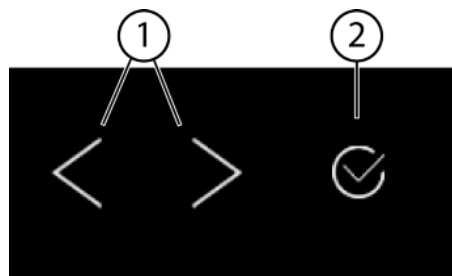
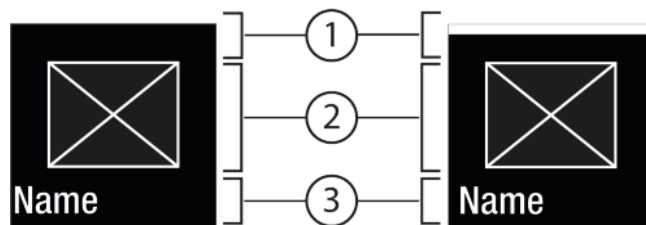
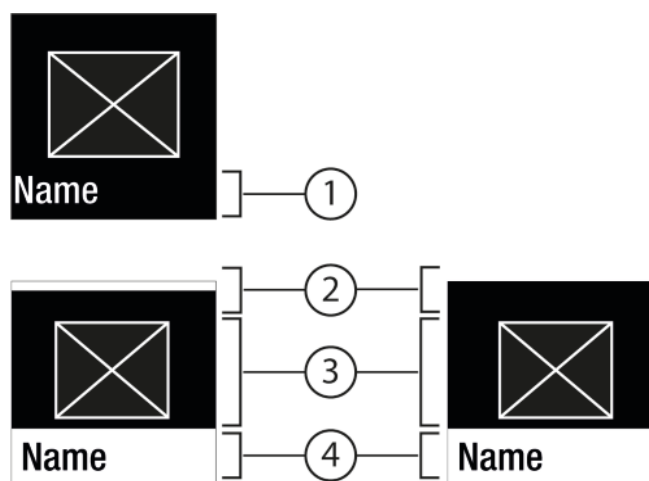

Fig. 5
Fig. 6
Fig. 7
- (1) Навигационная стрелка влево / вправо
(2) Подтвердить
#### Навигационная стрелка влево / вправо Fig. 5 (1):
#### Подтвердить Fig. 5 (2):
- Навигация при помощи навигационной стрелки влево / вправо Fig. 5 (1).
- С помощью Подтвердить Fig. 5 (2) активировать Fig. 6 (1) / деактивировать Fig. 6 (1) функцию / настройку.
- С помощью Подтвердить Fig. 5 (2) вызвать Подменю Fig. 7 (4).
- Установка нового значения: С помощью Подтвердить Fig. 5 (2) выбрать деактивированное значение Fig. 6 (1).
- Назад в меню: С помощью Подтвердить Fig. 5 (2) выбрать уже активированное значение Fig. 6 (2).
- ▶ Навигационные стрелки Fig. 5 (1) нажимайте до тех пор, пока не появится индикация функции.
- ▶ Нажмите на Подтвердить Fig. 5 (2).
- ▶ С помощью навигационных стрелок Fig. 5 (1) выберите значение настройки.
- ▷ Состояние: активировано Fig. 6 (1) появляется ненадолго в Подменю Fig. 7 (4).
- ▶ Нажимайте навигационные стрелки *Fig. 5 (1)* до тех пор, пока не появится индикация настроек .
- ▶ Нажмите на Подтвердить *Fig. 5 (2)*.
- ▶ Нажимайте навигационные стрелки *Fig. 5 (1)* до тех пор, пока не появится индикация требуемой настройки.
- ▶ Нажмите и удерживайте в течение 3 секунд Подтвердить *Fig. 5 (2)*.